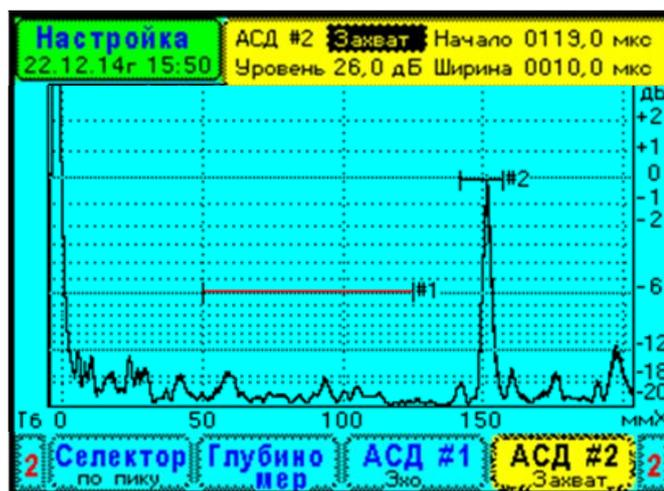

Рис.9.8.2. Установка режима «Захват» строба АСД#2.
9.8.4. В меню «АСД#2» установить режим работы «Захват», Рис.9.8.2. В этом режиме усиление приемника автоматически изменяется таким образом, чтобы амплитуда эхосигнала от угла обода находилась на уровне строба АСД#2 (0дБ по вертикальной шкале). Происходит автоматическая компенсация потери чувствительности при ухудшении качества акустического контакта ПЭП с поверхностью обода.